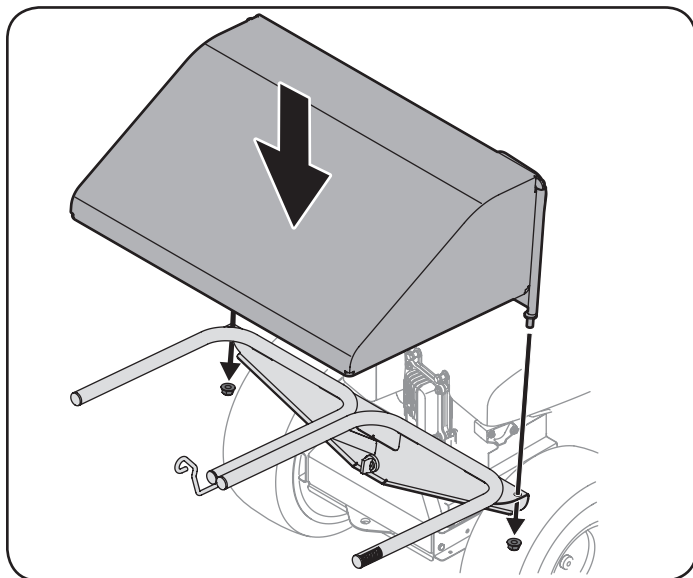

Figura 6
5. Extraiga las tapas protectoras de las roscas de montaje de la cubierta de la embolsadora y sujete dicha cubierta sobre el conjunto de montaje de la bolsa colectora de césped como se indica en la Figura 6. Debe alinearse las lengüetas de la cubierta en las ranuras del conjunto de montaje de la bolsa colectora de césped. Sujete la cubierta de la embolsadora con dos tuercas de seguridad con brida (712-04150) que se incluyen en el mismo paquete de herrajes.